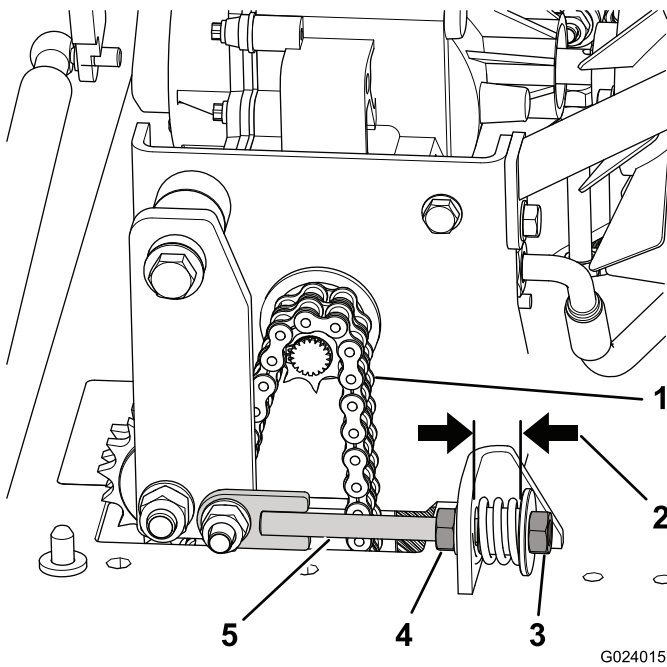

Figura 36
- Afloje la contratuerca de la varilla tensora (Figura 36).
- Afloje o apriete la tuerca tensora hasta que la distancia entre el espaciador y el soporte fijo sea de 19 mm; consulte Figura 36.